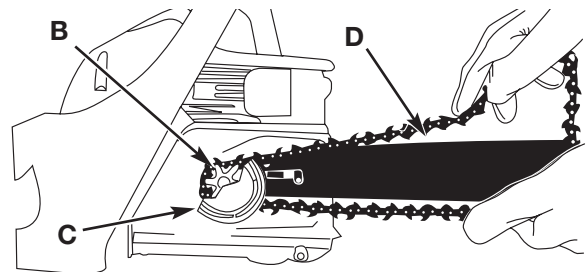

Fig. 21
2. Deslice la cadena alrededor de la rueda dentada (B) atrás del embrague (C). Asegúrese que los eslabones se ajusten dentro de los dientes de la rueda dentada (Fig. 21).
3. Guíe los eslabones dentro de la ranura (D) y alrededor del final de la barra (Fig. 21).